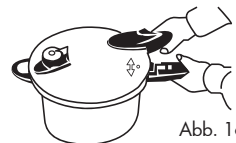

Abb. 16
3. Die Markierung „●“ auf dem Deckel mit der Markierung „▲“ auf dem Topfgriff (Teil 13) auf eine Höhe bringen und den Deckel öffnen (Abb. 16).